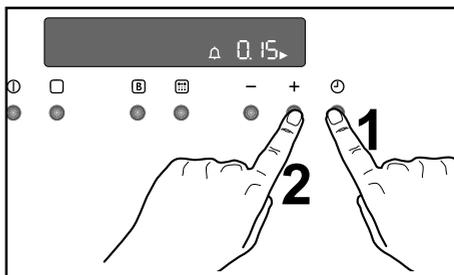

Рис. 7
1. Нажмите кнопку , чтобы выбрать функцию счетчика минут. Соответствующий символ  замигает, а на дисплее высветится "0.00". (Рис. 7)